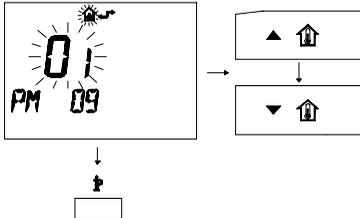

fig. 9.16
- 4 Per modificare il **SET** programmato agire sui pulsanti o e aspettare che il numero programmato cominci a lampeggiare (fig. 9.16)